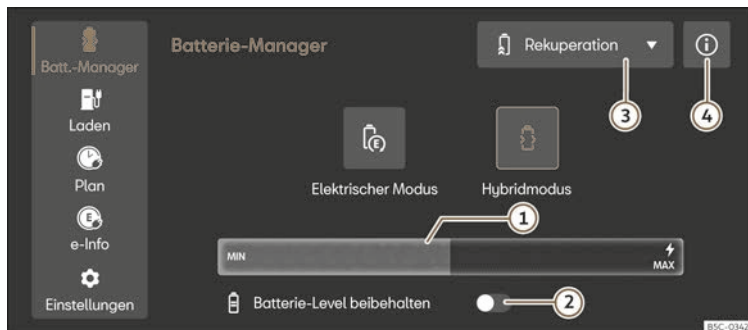

Abb. 123 Im Infotainment-System: Menü Batterie-Manager
- Wählen Sie im Infotainment-System **Elektrischer Betriebsmodus** oder **Hybrid-Modus**. Weitere Informationen zu dem Betriebsmodus finden Sie in ① >>> (Abb. 123) ④.
Legende zur >>> (Abb. 123):